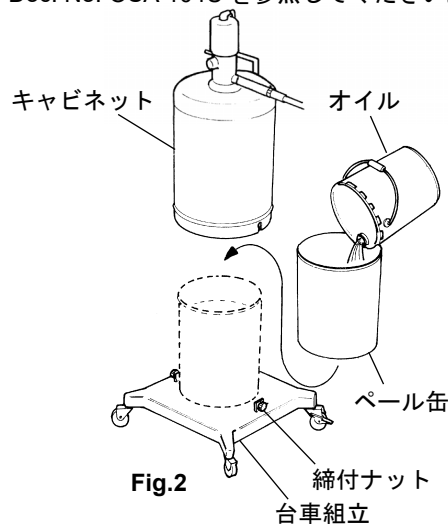

Fig.2
- 2) キャビネット下部の 2 個の締付ナットを緩め（反時計方向に回す）、キャビネットを台車組立から取り外します。(Fig.2)
- 3) 付属のパール缶に使用するオイルを入れ、台車組立の中央部に置き、キャビネットを元通りに台車に取り付け、締付ナットで左右均等に締め付けてください。(Fig.2)